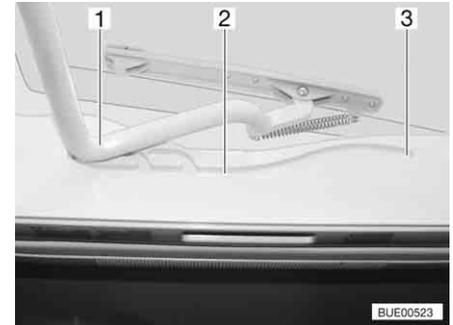

Bild 19 Kipp-Dachhaube, Führung
- Den Bügel (Bild 19,1) in den Führungen (Bild 19,2) bis in die hinterste Position (Bild 19,3) ziehen.
- Den Bügel (Bild 19,1) mit beiden Händen leicht nach oben drücken.
- Den Bügel in den Führungen (Bild 19,2) bis zur gewünschten Stellung ziehen.